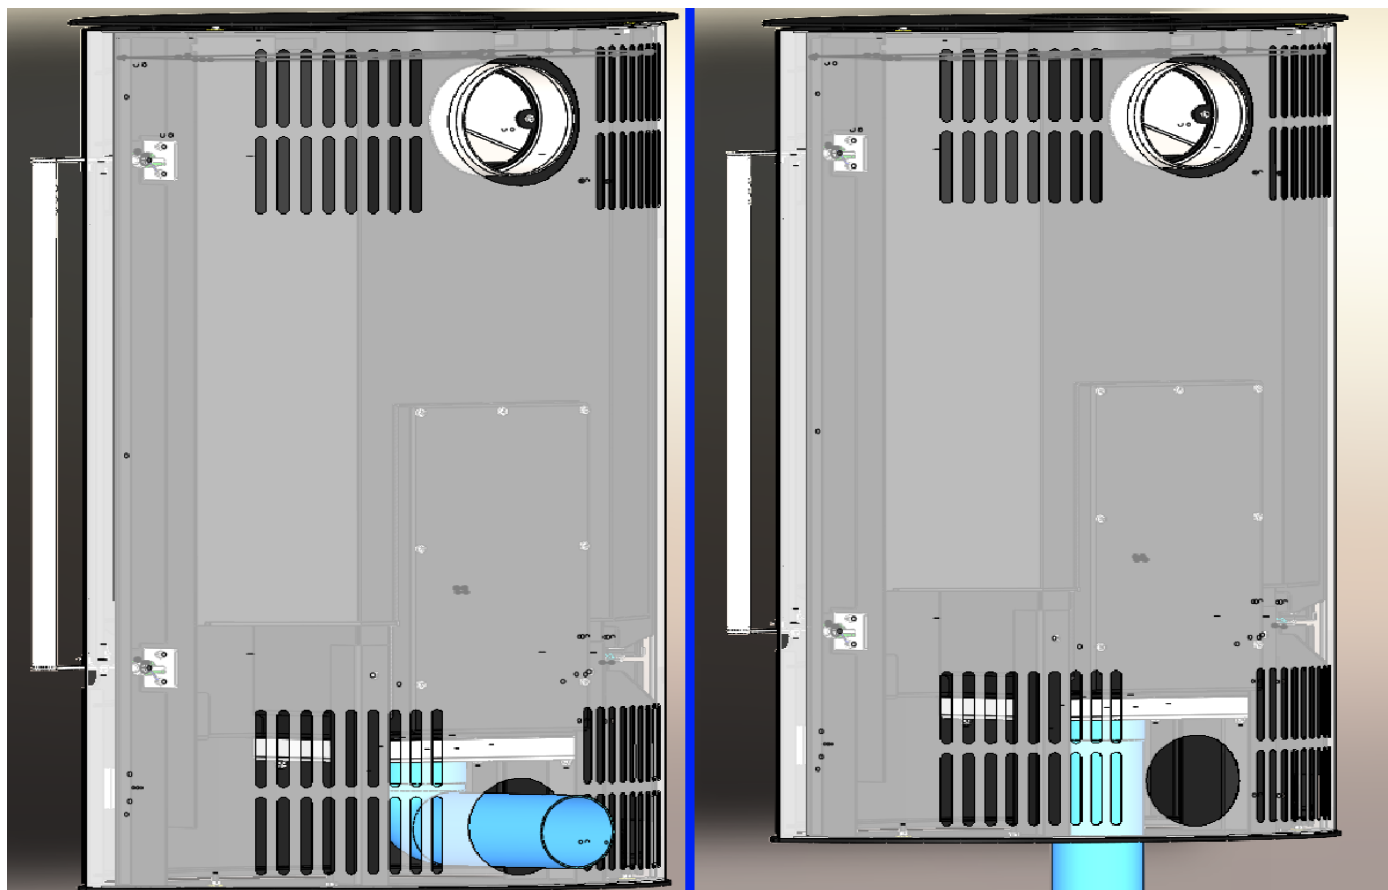

Figura 4 Racord pentru aer exterior la partea din spate / la bază
5. Figura 4 Racord pentru admisia aerului exterior la partea din spate/la bază	Pagină 6